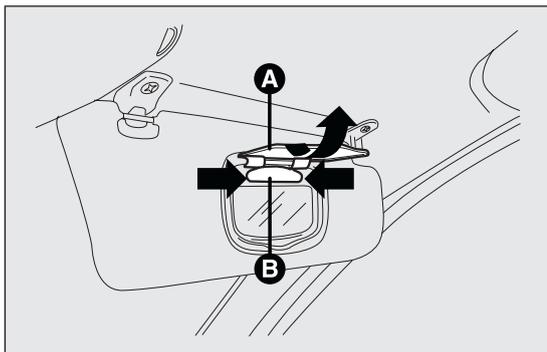

fig. 183
- abrir la tapa A fig. 183 del espejo;